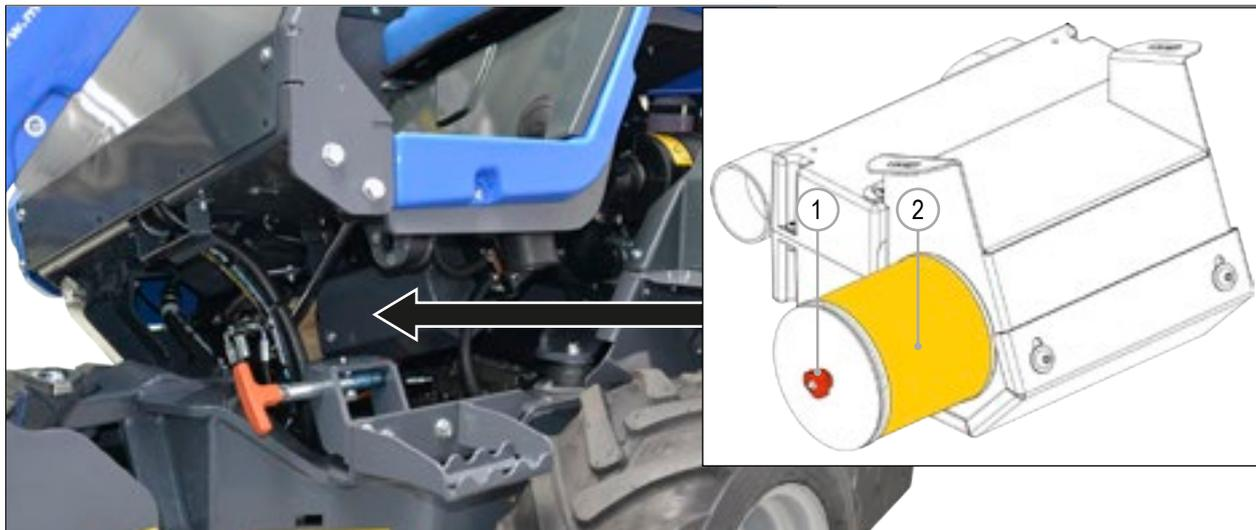

РИС. 53
- 3) Снимите воздушный фильтр (РИС. 53 - Сс. 2) ослабив крепежные винты (РИС. 53 - Сс. 1).